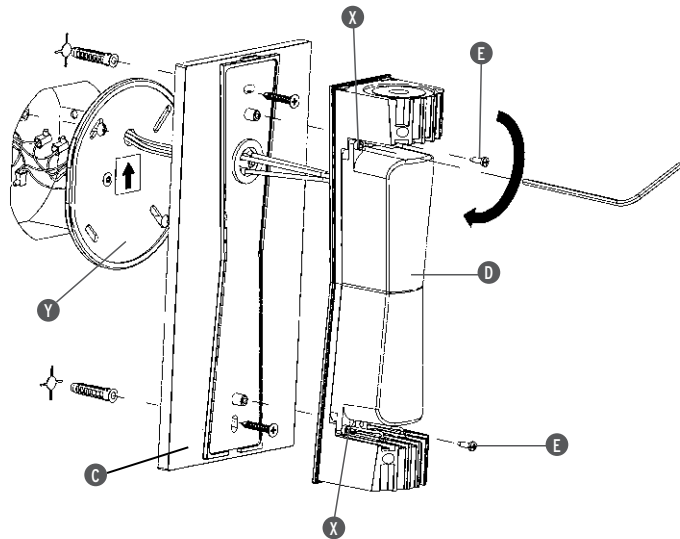

Fig. 1b
<GB> Fig.1b Separate the wall attachment (C) from the body (D) by unscrewing the screws(E); pass the power cables from the device through the central hole of the covering plate (Y) , then make the electrical connections in the Junction Box (White to white, black to black, green to earth); fix the covering plate (Y) to the Junction Box with the screws provided taking care to follow the direction of the arrow, then fix the attachment to the wall (C) with screws and rawl plugs; N.B.use rawl plugs appropriate to the mounting medium. Remount the body (D) to the wall attachment (C) with the screws (E), then tighten down the four screws (X) with the tool provided.
<FR> Fig.1b Séparer la pièce de fixation murale (C) du corps du luminaire (D) en retirant les vis (E); faire passer les câbles d'alimentation de l'appareil à travers le trou central de la pièce ronde (Y), puis effectuer les raccordements électriques à l'intérieur du boîtier (Blanc à blanc, noir à noir, vert à la terre); fixer la pièce ronde (Y) au boîtier à l'aide des vis fournies en veillant à respecter le sens indiqué par la flèche, puis fixer l'attache au mur (C) avec des vis et des chevilles à expansion; Nota bene : utiliser des vis et des chevilles adaptées à la surface d'installation. Installer le corps (D) sur la pièce de fixation murale (C) avec les vis (E) puis serrer à fond les quatre vis (X) à l'aide de la clé fournie.
<ES> Fig.1b Separe la pieza de fijación a la pared (C) de la unidad (D) aflojando los tornillos (E); Pase los cables de alimentación procedentes del aparato por el orificio central de la cubierta (Y); a continuación, realice las conexiones eléctricas en la Caja de Conexiones (blanco con blanco, negro con negro y verde con tierra); fije la cubierta (Y) a la Caja de Conexiones con los tornillos que se suministran, prestando atención a que tengan la orientación correcta, según indica la flecha; a continuación, asegure la pieza de fijación a la pared (C) con tornillos y tacos de expansión; Nota: utilice tornillos y tacos adecuados para la superficie destinada al montaje. Vuelva a montar la unidad (D) en la pieza de fijación a la pared (C) con los tornillos (E), a continuación, apriete a fondo los cuatro tornillos (X) con la llave que se suministra.
<J> 図1B ネジ (E)を抜いてウォールアタッチメント (C)を本体 (D)から分離する; 器具の電気ケーブルをカバーのプレート(Y)の中央の穴に通し、ジャンクションボックス(黒色は黒色に、白色は白色に、緑色はアースに)の電気接続を行う; 矢印で印されている通りに正しく方向づけられているか注意しながら付属のネジでカバーのプレート(Y)をジャンクションボックスに固定し、ネジとスクリューアンカーでウォールアタッチメント (C)を固定する; 注意 組み立てが行われる表面に適したスクリューアンカーを選択する。ネジ(E)で本体 (D)をウォールアタッチメント (C)に再び組み立てる、四本のネジ (X)をしっかり付属のスパナで締める。